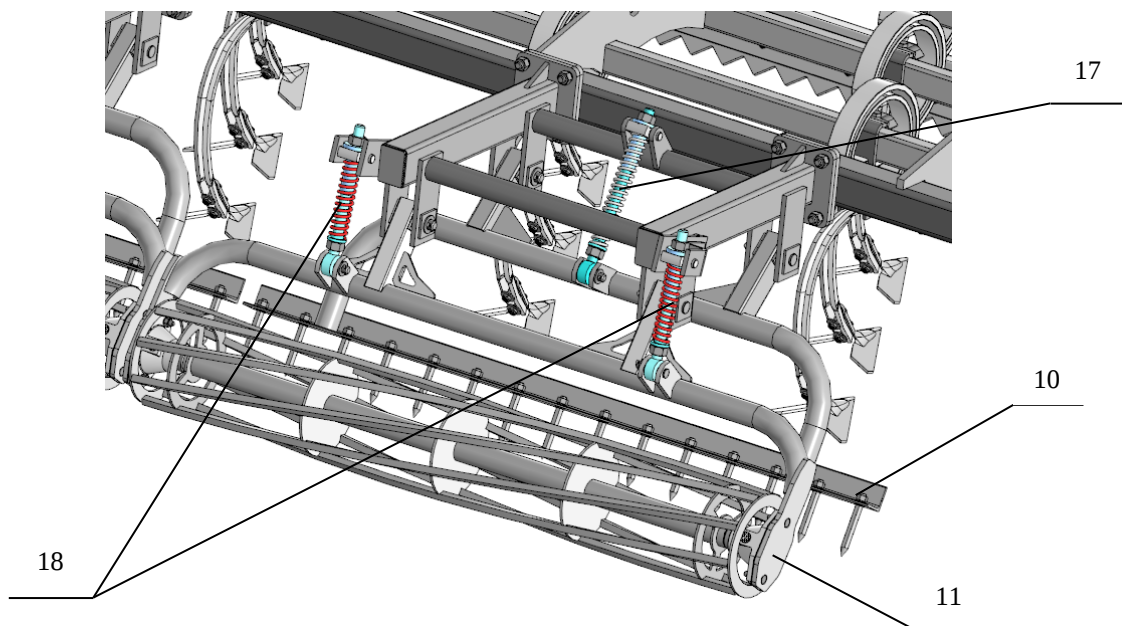

Рис.3 КБМ(Т)-12-4П-Г(Ш)1К-ВС Гребёнка и каток.
- 4.6. Планочно-зубовой выравниватель 10 и борона роторная 11 имеют регулировку прижима с помощью пружинных блоков 17 и 18 (рис.3).
- 5.15. В случае сильного сгуживания почвы перед планочно-зубовым выравнивателем или катком их поднимают или уменьшают давление на них, регулируя соответствующие пружинные блоки 17 или 18 (см. рис. 3). Катки должны постоянно вращаться.